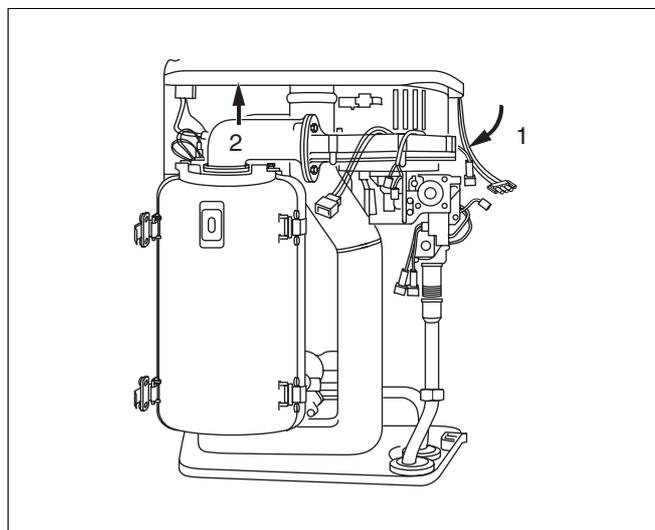

Fig. 35 Estrarre l'unità combinata dell'aria
- Ruotare in avanti l'unità combinata dell'aria "KombiVENT" (fig. 35, pos. 1).
- Staccare dalla chiusura a baionetta l'unità combinata dell'aria "KombiVENT" portandola verso l'alto (fig. 35, pos. 2) ed estrarla dal lato anteriore dell'apparecchio.
- Staccare dalla chiusura a baionetta l'unità combinata dell'aria "KombiVENT" portandola verso l'alto (fig. 35, pos. 2), ed estrarla dal lato anteriore dell'apparecchio.